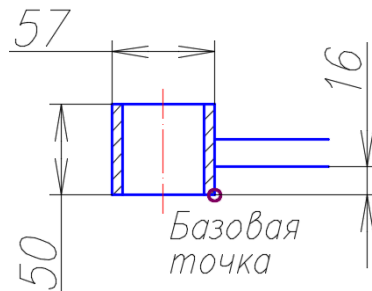

Рис. 94. Элементы оросителя
6.1. Для создания стакана оросителя в свободном месте чертежа вычертить прямоугольник со сторонами 57×50 мм. Разрушить прямоугольник с помощью команды **Расчленить** (рис. 94).